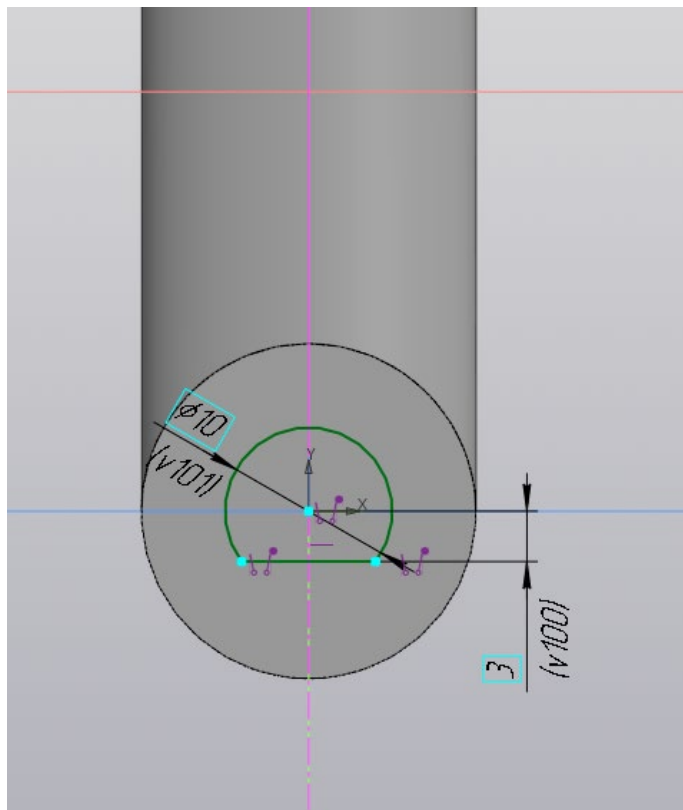

Рисунок 38 – Эскиз на торце
7.8 На торцевой стороне элемента вращения создайте новый эскиз (рис. 38) и вырежьте его насквозь. Повторите операции в подпунктах 6.6–6.8 для противоположного конца рукоятки. Результат моделирования показан на рисунке 39.